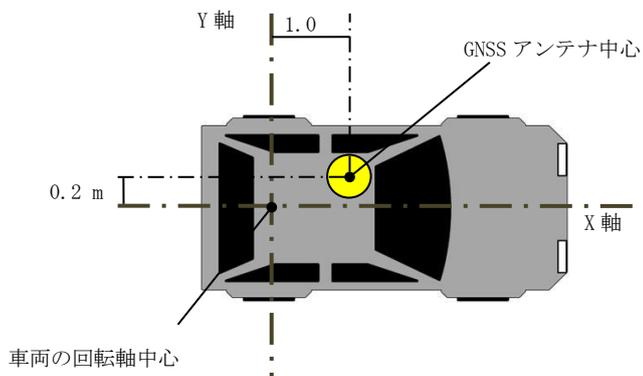

図 6-6 車両回転軸中心-アンテナ間距離計測例
- ① アンテナ設置位置と車両の回転軸中心との X 軸方向距離、Y 軸方向距離を計測します (例、図 6-6)。
- ② X 軸方向の設定では、パラメータ変更画面で『63』と入力し、『Enter』キーを押します。
- ③ 測位計算位置を車両回転軸中心に合わせるため、『-1.00』と入力し、『Enter』キーを押します。
- ④ Y 軸方向の設定では、パラメータ変更画面で『64』と入力し、『Enter』キーを押します。
- ⑤ 測位計算位置を車両回転軸中心に合わせるため、『0.20』と入力し、『Enter』キーを押します。
- ⑥ パラメータ変更画面が再読み込みされ、更新されたパラメータ変更画面を表示します。『63. arm_x= -1.00[m]』、『64. arm_y= 0.20[m]』となっていれば、車両回転軸中心と GNSS アンテナ位置との距離の入力成功です。